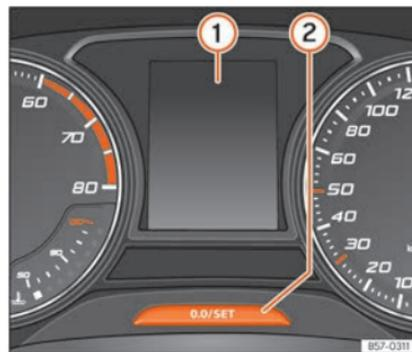

Fig. 41 Quadro strumenti
L'indicazione degli intervalli di Service appare sul display del quadro strumenti ►► **fig. 41** ①.
Mantenere premuto il tasto **[0.0/SET]** per più di 5 secondi per consultare il messaggio di Service »» **fig. 41 ②**.
- Spegnere il quadro, premere il tasto **[0.0/SET]** »» **fig. 41 ②** e tenerlo premuto.